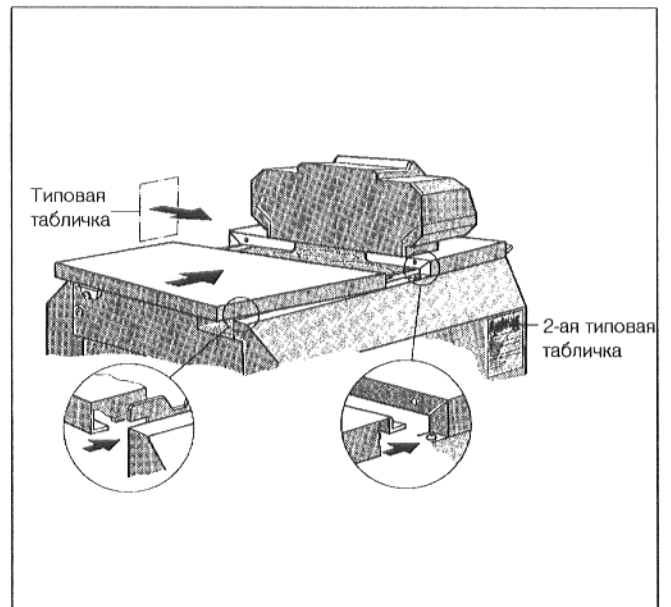

Рис. 27
- Установить задний кожух котла сверху на левую и правую боковую стенки и вставить окантовку под передний кожух котла (Рис. 27).
- Нижнюю окантовку вставить справа и слева в прорези боковой стенки (Рис. 27).
- Наклеить вторую типовую табличку в соответствии с местными предписаниями на правую или на левую боковую стенку (Рис. 27).